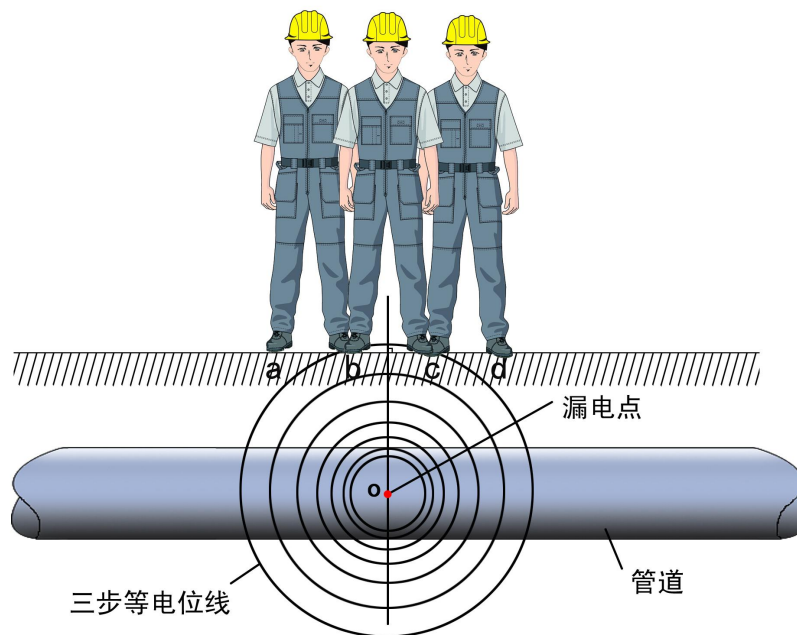

图16 三步等电位示意图
**检漏注意事项**：检测定位漏电点时由跨步法改为点定位法，跨步法检漏时有可能三步等电位，改用点定位时，两脚并拢，漏点处的泄漏电流会通过土壤感应到人体上。三步等电位示意图如图 16 所示。